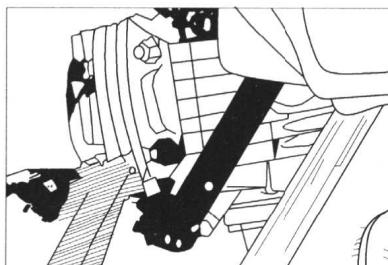

图 1-8 断电器触点的调整
- (1) 断开从断电器触点到交流发电机的引线。
- (2) 把正时测量器（或连续性指示器）接于断电器触点的接线端与接地线之间。
- (3) 将交流发电机按其正常旋转方向缓慢转动，当转子上的“F”标志与定子上的标志（一刻线）对准时，断电器触点应恰好打开。如图 1-8 所示。